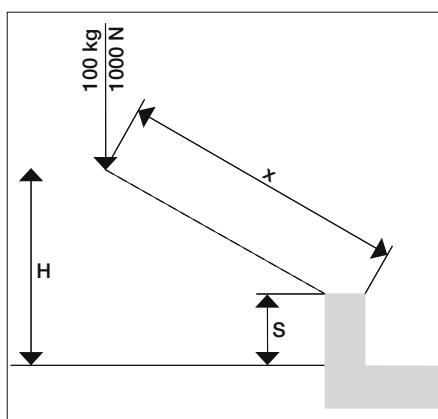

Figure 14
La hauteur de l'entourage requis se calcule à l'aide de la formule suivante (cf. figure 14):
Lorsque $S < 0,7$ m, la partie en porte-à-faux (X) doit consister en un treillis en fil de fer ou d'un filet afin d'éviter que l'on s'engage dessus. Sur ses bords extérieurs, le grillage de retenue (cf. figure 14) doit pouvoir supporter à ses bords extérieurs une force verticale de 1000 N (100 kg).